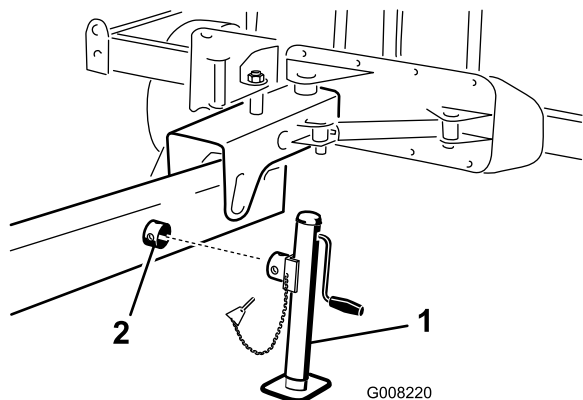

Figure 10
1. Sur le côté du dispositif d'attelage, emboîtez la béquille sur le tube (Figure 10).
2. Tournez la béquille jusqu'à ce que les trous soient alignés et fixez le tout avec la goupille à anneau (Figure 10).